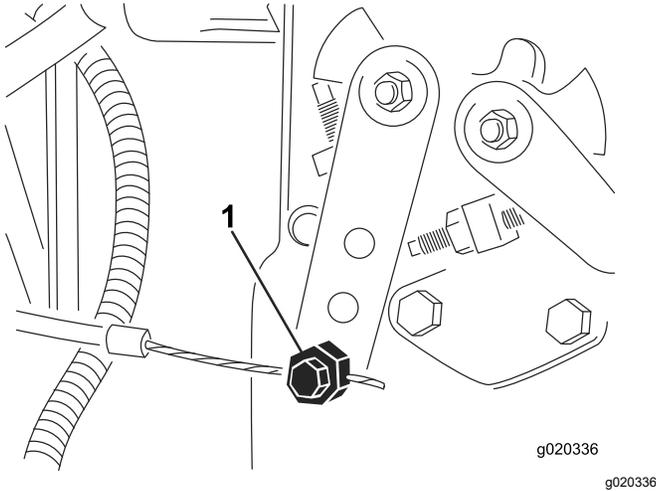

图 79
3. 拧松油门拉索接头接头位于喷射泵控制杆臂(图 79)上。